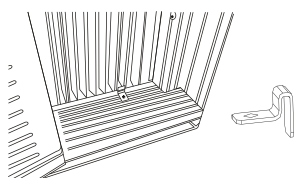
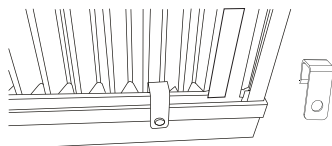

Fig.7A
Fig.7B
- A. Coloque el bloqueo del marco entre las extensiones del marco y el alféizar de la ventana como se muestra (Fig.7A para ventanas de madera), (Fig.7B para ventanas con revestimiento de vinilo).